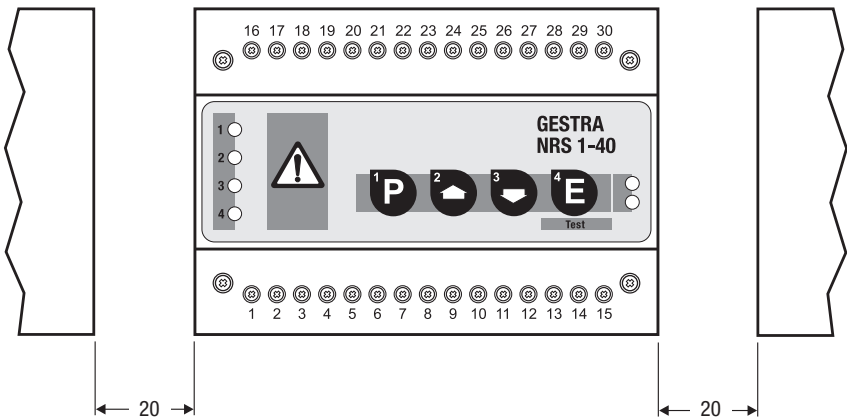

Fig. 7
2. Steuergerät ausrichten. **Fig. 7**